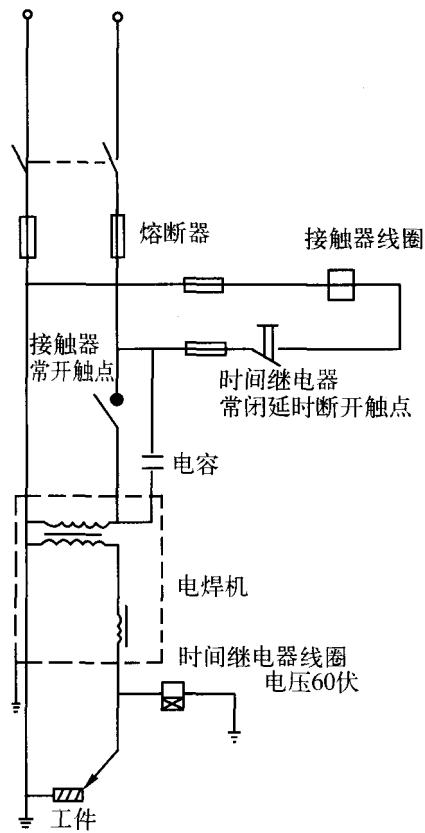

图 1-5 常用交流电焊机熄弧空载自停线路原理
(1) 作用。可以达到安全和节电的作用。
(2) 工作原理。当合上闸刀时，交流接触器线圈带电，电焊机通电，这时电焊工如果不工作，电焊机空载电压 60~70 伏，使时间继电器延时动作，时间继电器常闭，延时断开触点断开，交流接触器断电，达到空载自停。但在交流接触器常开触点两端的电容器继续给电焊机供电，使断电器继续通电，当焊条与工件接触时继电器两端电压很低，继电器释放，继电器触点闭合，焊工即可焊接；焊接完毕，继电器线圈两端电压升高，延时断开触点断开，空载自停。见图 1-5。